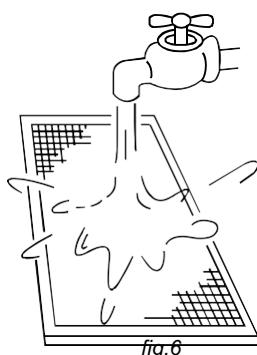

fig.6
- O lado da entrada de ar deve estar virado para baixo quando se usa água. (Ver Fig. 6)